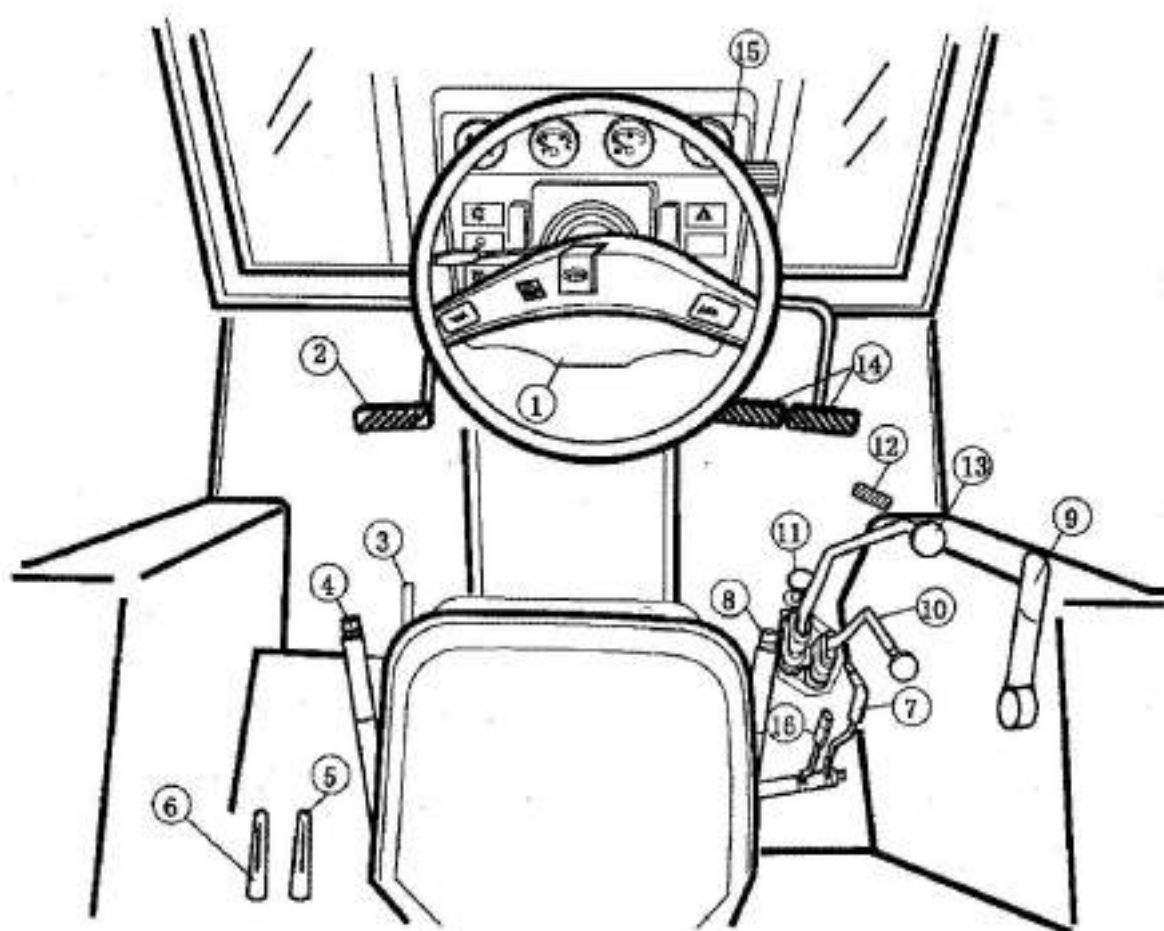

Рис. 4.1 – Рычаги управления, педали и кнопки
В соответствии с рис. 4.1
- (3) Расположите рычаг главной коробки передач (13), ручного тормоза (8), ВОМ (5) и переднего ведущего моста (6) в нейтральное положение, и расположите рычаг карданного вала (7) в поднятое положение (см. рис. 4.1).
- (5) Поместите рычаг акселератора (9) по центру (см. рис. 4.1).
После запуска двигателя, дайте ему поработать на средней скорости оборотов в течении 5-10 минут, пока температура охладителя не достигнет 40°C и потом трогайтесь с места, следуя инструкции (см. рис.4.1):